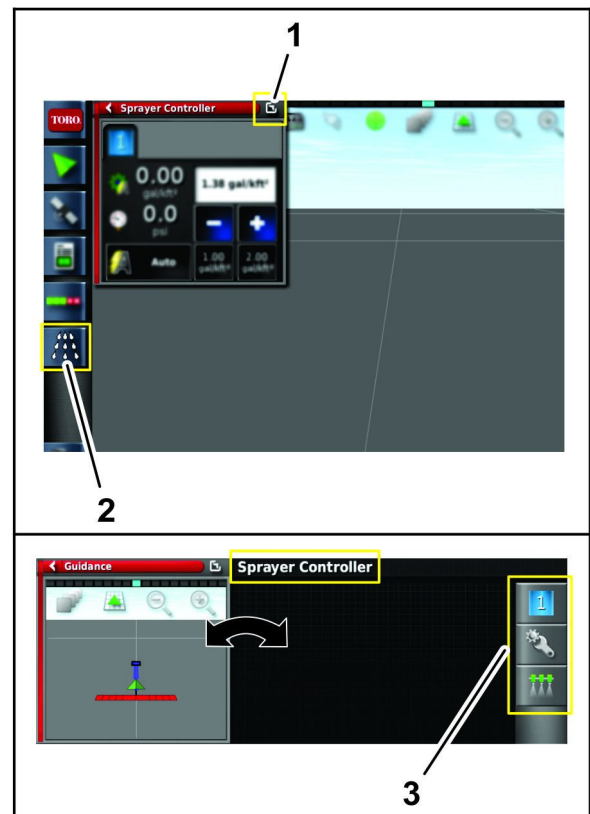

Bild 177
3. Tippen Sie auf das Sprühsteuergerät-Symbol (Bild 177).
5. Tippen Sie im Sprühsteuergerät-Untermenü auf das Konfigurationssymbol, um das Konfigurationsmenü anzuzeigen (Bild 177).
9. Tippen Sie auf das Fensterwechsel-Symbol, um auf das Sprühsteuergerät-Menü zurückzukehren (Bild 177).